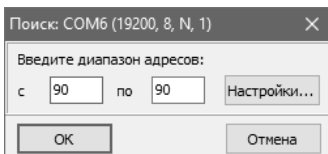

Рисунок 27 – Окно «Поиск: COM67 (19200, 8, N, 1)»
3.7.10 Далее необходимо осуществить поиск адаптера. В главном меню окна программы «Настройка датчиков и вторичных приборов» выбрать пункт «Устройства» → «Поиск...», либо на клавиатуре нажать клавишу «F3», либо на панели инструментов нажать иконку . На экране появится окно «Поиск: COM67 (19200, 8, N, 1)» (рисунок 27), в котором необходимо задать адрес адаптера (по умолчанию – «90», также поиск можно осуществить по адресу «255»). Нажать кнопку «ОК».